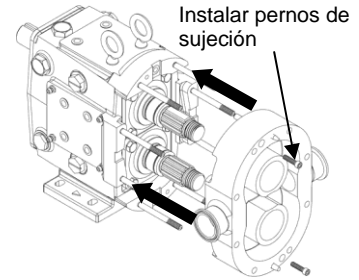

Figura 61: Instalar cuerpo de bomba
1) Asegúrese de que todos los componentes de sellos se instalen según las instrucciones de "Mantenimiento de sellos" de las páginas 18-20. Asegúrese de que todas las clavijas estén en su lugar y que todas las piezas, incluyendo el cuerpo, los rotores y las contratuercas estén limpias y libres de materias extrañas. Deslice lentamente el cuerpo sobre los broches y ejes de la caja de engranes, asegurándose de que los sellos se mantengan en su lugar y no se dañen (Figura 61). Instale los dos pernos de sujeción y apriete el cuerpo contra la caja de engranes para asegurarse de que las clavijas se enganchen. Gire los ejes para asegurarse de que no haya interferencias con los sellos.